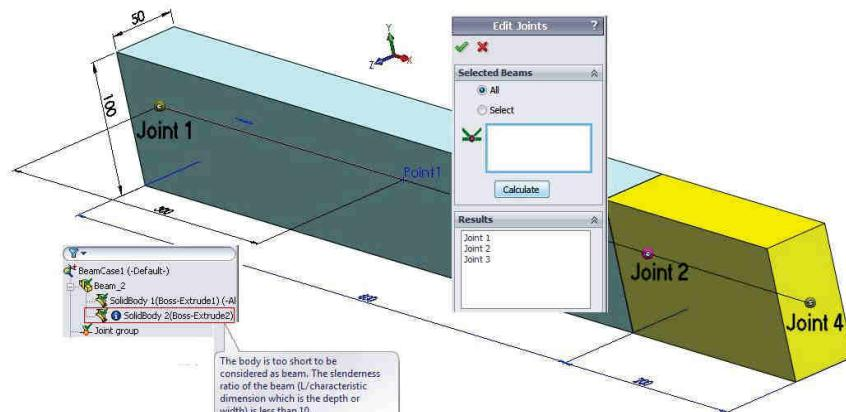

Fig. 5.7
- Click dreapta pe **SolidBody 1 (Boss-Extrude1)** și se va selecta **Treat as Beam**, fig. 5.7.
- Click dreapta pe **SolidBody 2 (Boss-Extrude2)** și se va selecta **Treat as Beam**, fig. 5.7.
- În secțiunea **Edit Joints** PropertyManager sub zona **Selected Beams**, click **Calculate**, fig. 5.7. Trei noduri vor apărea sub **Results**.
- Right-click **SolidBody 1 (Boss-Extrude1)** and select **Treat as Beam**, fig. 5.7.
- Right-click **SolidBody 2 (Boss-Extrude2)** and select **Treat as Beam**, fig. 5.7.
- In the **Edit Joints** PropertyManager under **Selected Beams**, click **Calculate**, fig. 5.7. Three joints appear under **Results**.
Two beam icons appear in the **Beam\_2** folder and a **Joint group** folder appears in the Simulation study tree, fig. 5.7.
Icoana asociată geometriei **SolidBody2 (Boss-Extrude2)**, fig. 5.7, informează asupra faptului că lungimea 200 mm a paralelipipedului este prea mică pentru a fi asimilat ca tronson de grindă, deoarece raportul dintre lungime și dimensiunea sa caracteristică (care poate fi înălțimea sau lățimea) este mai mic decât 10. Totuși, deoarece în acest exemplu nu interesează decât diagramele de eforturi, vom ignora acest mesaj. În situația în care interesează distribuția tensiunilor și deplasărilor, condiția „lungimea grinzi trebuie să fie trebuie să fie mai mare de 10 ori decât dimensiunea maximală a secțiunii transversale” trebuie luată în considerare pentru a obține rezultate acceptabile.
The information icon associated to the **SolidBody2 (Boss-Extrude2)** geometry, fig. 5.7, warns the user about the fact that the body is too short to be considered as a beam. The slenderness ratio of the beam ( $L / \text{characteristic dimension}$ , which is the depth or width) is less than 10. However, as this example is not interested only in axial, shear and moment diagrams, we will ignore this message. If the stress and displacement distribution must be calculated, the “*the length of the beam should be 10 times larger than the largest dimension of its cross section*” condition must be accepted to obtain acceptable results.